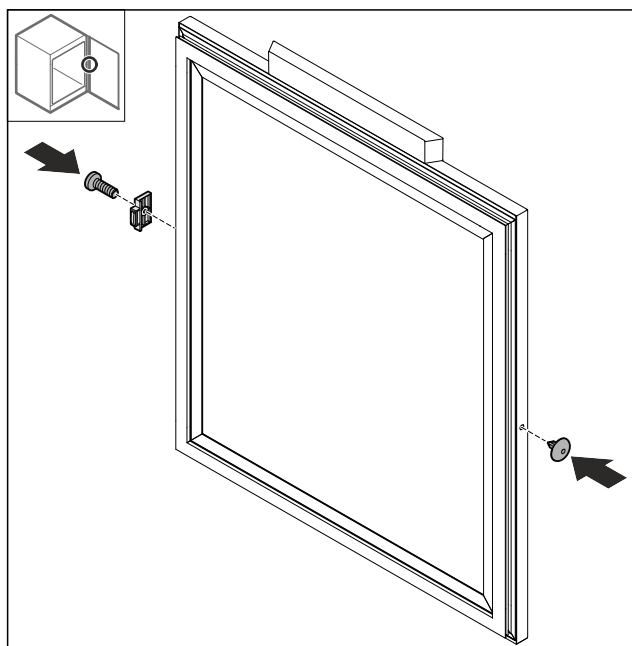

Fig. 74
- Odbojnik drzwi zamontować Fig. 74 (1) w pozycji obróconej o 180° po przeciwnej stronie.
- Założyć Fig. 74 (2) osłonę po przeciwnej stronie.